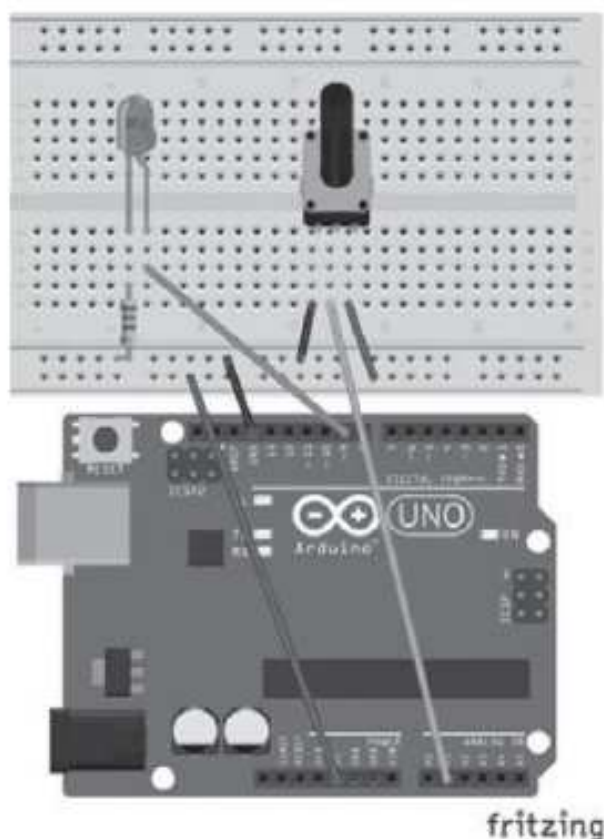

Figura 5.1 – Exemplo de utilização da saída serial.
Conforme ilustra a Figura 5.1, realize os seguintes passos para montar o circuito que será utilizado no projeto:
- Conecte o potenciômetro na protoboard conforme a Figura 5.1 (botão de girar virado para você).